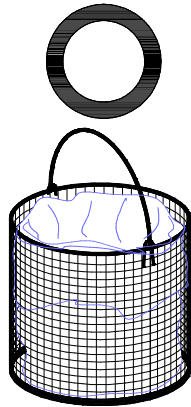
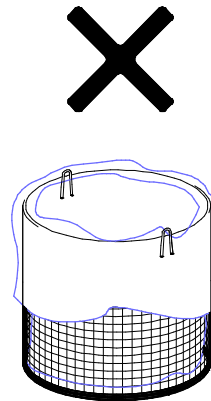

図 4
図 5
- ❸ **開いたバッグの口は必ず金網カゴの内側で折り返してください。(図 4, 図 5)**